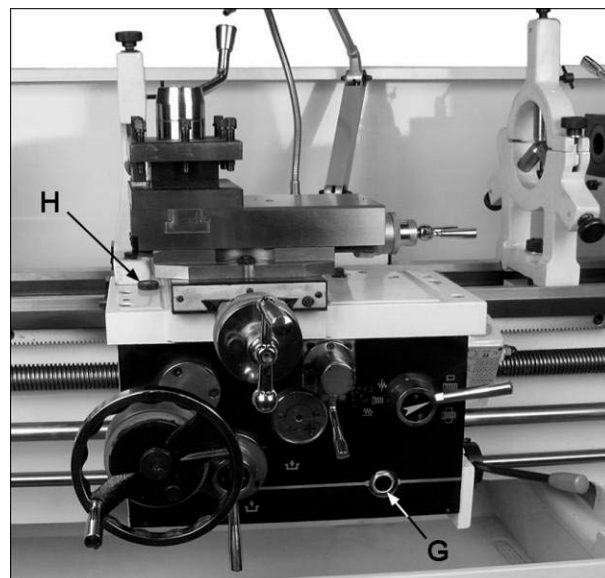

Рис.11
4. Суппорт – Уровень масла должен быть между отметками в смотровом глазке (G, Рис.11). Используйте масло с вязкостью по SAE20W. Пробка заливного отверстия суппорта (H, Рис.11) находится слева. Для слива масла при его замене, выкрутите заглушку, расположенную снизу фартука суппорта (не показана на Рис.11).